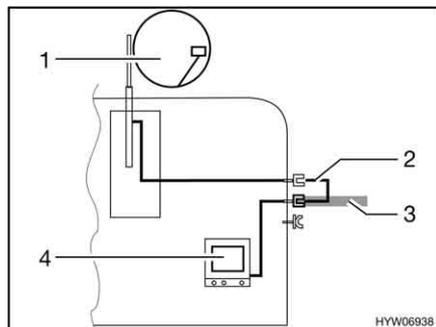

Fig. 128 TV nel veicolo
- TV nel veicolo (Fig. 128,4): Collegamento all'antenna del tetto (Fig. 128,1) con cavo di collegamento (Fig. 128,2)
- TV nel veicolo (Fig. 128,4): Collegamento a antenna esterna (Fig. 128,3)